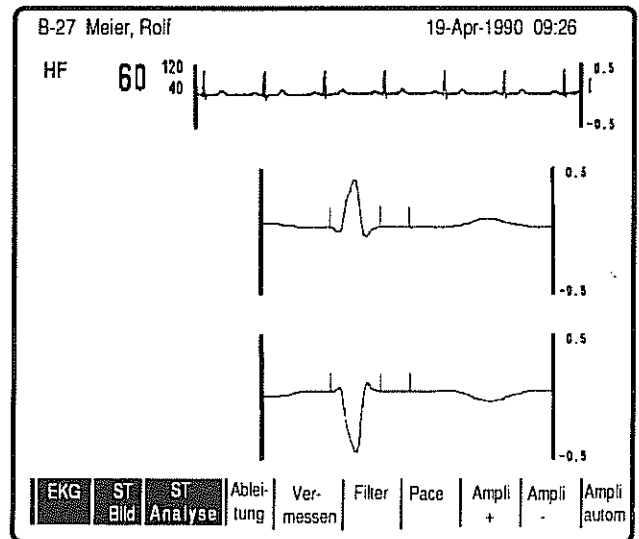
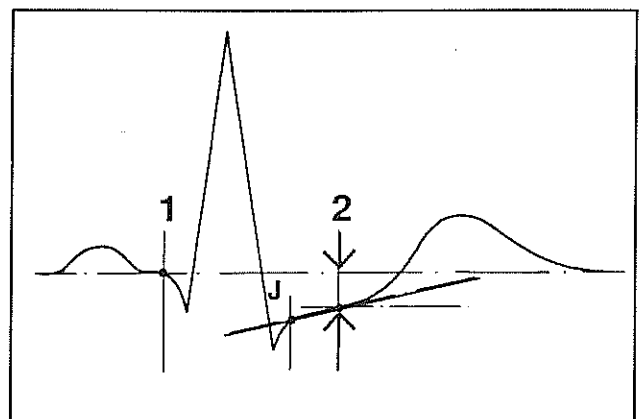

Bild 20
Bild 21
Mit der Taste **F2 ST-Bild** können Sie die gemittelten EKG-Komplexe der automatischen ST-Analyse aufrufen (Bild 20). Die eingezeichneten Meßmarken entsprechen den Meßmarken (1), (2) und J in Bild 21. Bei der Marke (1) legt das Gerät die isoelektrische Linie (Nulllinie) des gemittelten EKG-Komplexes fest. Bei der Marke (2) wird die Amplitudendifferenz zu Marke (1) gemessen und als STa angegeben. Die Steigung zwischen J und Meßmarke (2) wird als STs angegeben.